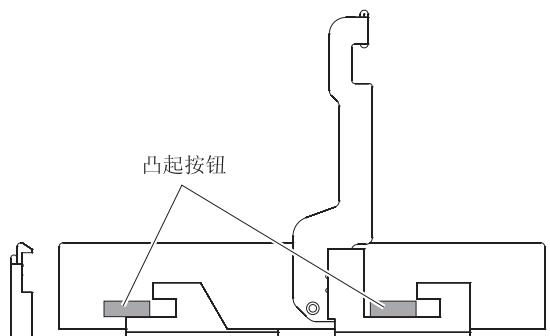

图 74. 对齐驱动器
b. 将两侧的两个凸起按钮与抽屉上驱动器通道中的对应缝隙对齐，如第 111 页的图 74 中所示。